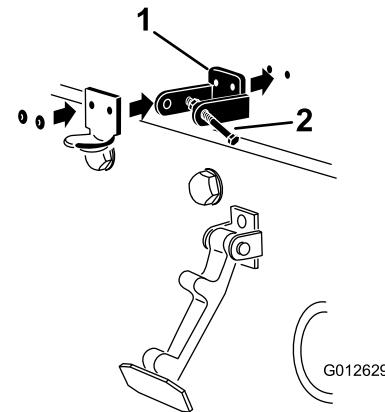

Figura 14
Nota: La staffa di bloccaggio deve essere contro il cofano (Figura 14). Non togliete il bullone e il dado dal braccio della staffa di bloccaggio.
5. Rivettate le staffe e le rondelle al cofano (Figura 14).